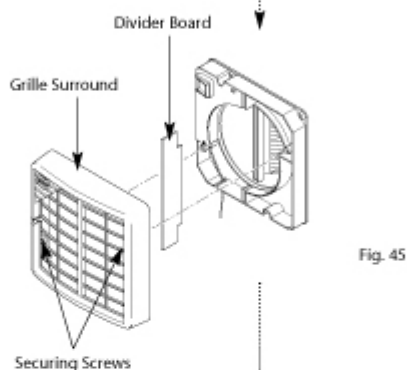

Fig. 45
3. Dévisser les 2 vis tenant la grille au cadre et enlever la grille (fig45)